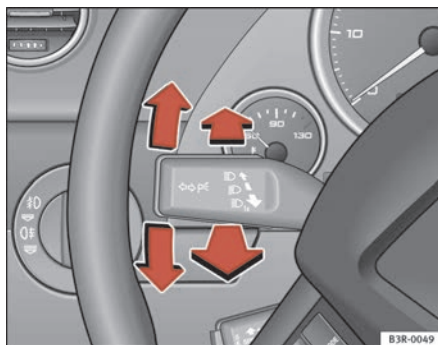

Fig. 93 Alavanca das luzes indicadoras de mudança de direcção e dos máximos
- Desloque a alavanca para cima até ao limite ⇒ fig. 93 para ligar a luz indicadora de mudança de direcção da direita ou para baixo, para a da esquerda.